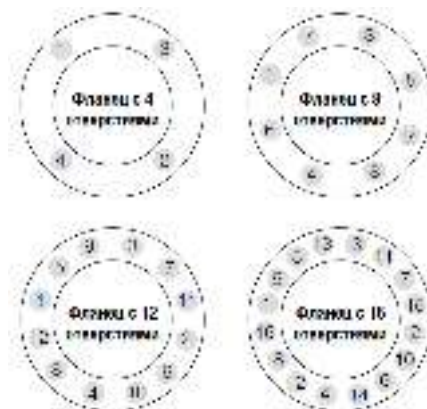

Рис.4
3. Болты затянуть вручную последовательно крест-накрест и равномерно (см. Рис.4 и каталог).